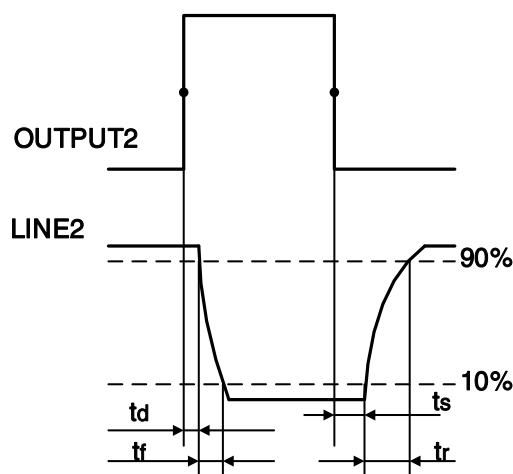

图 7-11 Line2 输出电路参数
- 上升沿延时= t_r+t_d : $<20\mu s$ ($0^\circ C \sim 45^\circ C$), 参数说明见图 7-11
- 下降沿延时= t_s+t_f : $<20\mu s$ ($0^\circ C \sim 45^\circ C$), 参数说明见图 7-11
- 上升沿延时= t_r+t_d ： $<20\mu\text{s}$ ($0^{\circ}\text{C}\sim 45^{\circ}\text{C}$)，参数说明见图 7-11
- 下降沿延时 $=t_s+t_f$: $<20\mu s$ ($0^{\circ}C\sim 45^{\circ}C$)，参数说明见图 7-11